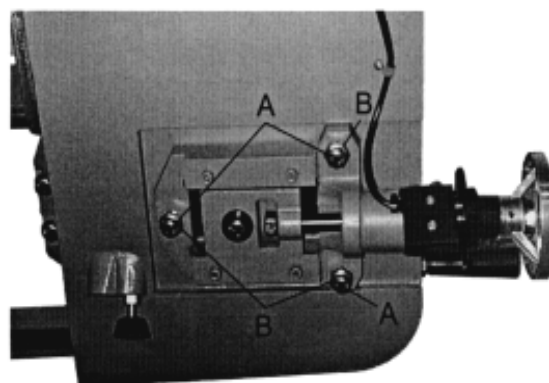

Fig. 8
- Die drei Schrauben (A Fig.8) lösen.
- Die Bandradeinstellung wird durch Spannen oder Lösen der Muttern (B Fig.8) vorgenommen.
- Die Schrauben (A Fig.8) festziehen.